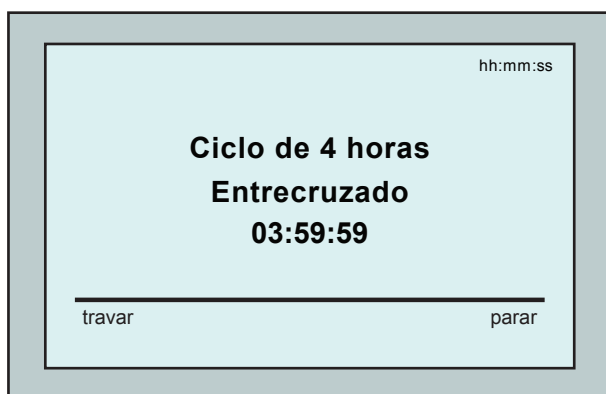

Figura 4: Ecrã Countdown para sessão de 4 horas
- Pressione **Start** (Iniciar). A sessão de limpeza é iniciada e são utilizadas as configurações de fábrica. Para alterar os parâmetros consulte **Configurando Perfis Adicionais da Piscina** na página 105. O robô começa seu ciclo de limpeza e o MMI exibe o ecrã Contagem Regressiva (Figura 4):
No ecrã *Contagem Regressiva*, pressione **Travar** (Figura 4).
- A partir do ecrã *Contagem Regressiva* (Figura 4), pressione **Parar**. O ecrã do MMI exibe a mensagem: Stopping robot – please wait (Parando o robô. Aguarde.). Após 5 segundos, o ecrã *Parada Manual* é exibido (Figura 5).